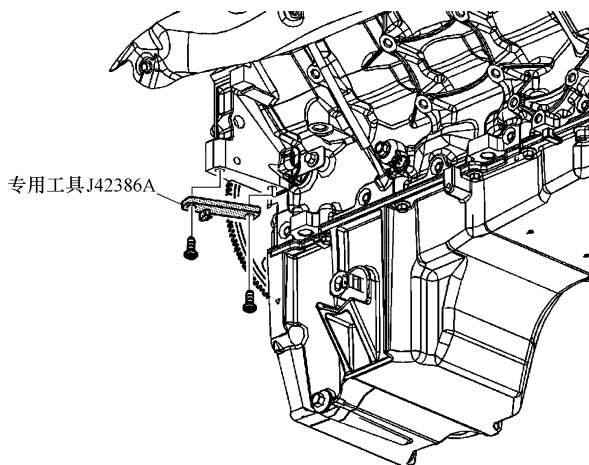

图 20-24 拆卸专用工具 J42386A 和螺栓
15) 拆卸专用工具 J42386A 和螺栓, 如图 20-24 所示。